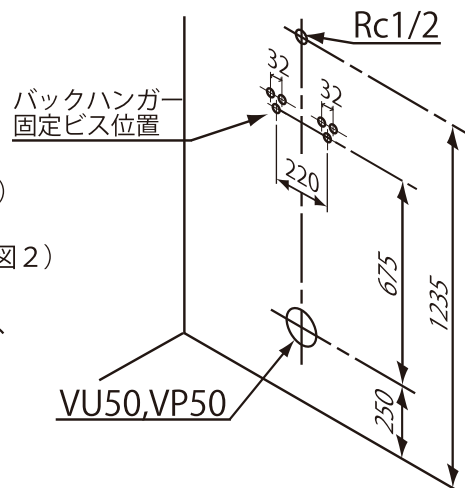

図1
- (1) 塩ビ排水管は床から250mmの位置に取り出します。
- (2) 塩ビ排水管を壁仕上面と同一になるように切断します。
(3) フランジ、固定用ビスの位置決めをします。
(4) フランジにTボルト、ワッシャー、ナットを仮付けします。(図1)
(5) VP管はVUリングを外しフランジに接着剤を塗布します。